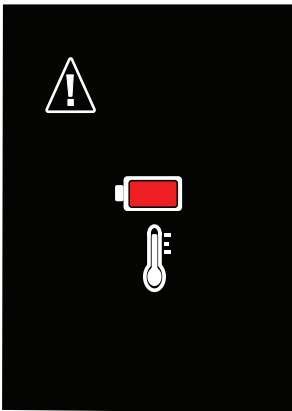

Fig. 22: Avvertenza temperatura della batteria
- ! Se compare la schermata di avvertenza temperatura della batteria, scollegare immediatamente il cavo di ricarica (vedi Fig. 22).
- ! Se, quando compare l'avvertenza temperatura della batteria, non si scollega il cavo di ricarica per interrompere la ricarica, possono verificarsi incendio, esplosione e gravi danni o lesioni (vedi Fig. 22).
- ! Se compare l'avvertenza temperatura della batteria (vedi Fig. 22), il rilevatore IR LD 1.0 deve rimanere scollegato fino a quando sia l'unità che il caricabatterie tornano a temperatura ambiente. Attendere almeno tre (3) ore prima di tentare di ricollegare il caricabatterie.
- Se compare la schermata di avvertenza temperatura della batteria, scollegare immediatamente il cavo di ricarica (vedi Fig. 22)
- Attendere almeno tre (3) ore prima di tentare di ricollegare il caricabatterie.